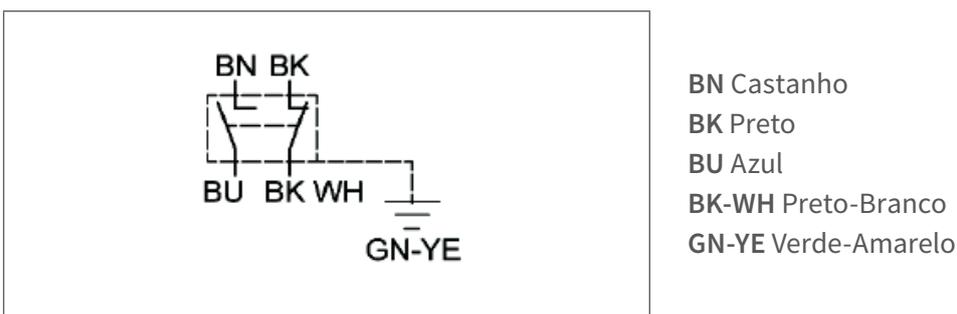

Fig. 15: Esquema de ligação eléctrica do interruptor de limite
1. Retirar o elemento de proteção (1) do interruptor de limite.
2. Retirar o elemento de proteção (2) da ficha de ligação.
3. Introduzir a ficha de ligação (3) no interruptor de limite.
4. Rodar o parafuso (4) 90° no sentido dos ponteiros do relógio.
5. Ligar as extremidades dos cabos (5) como indicado no esquema (ver fig. 15).